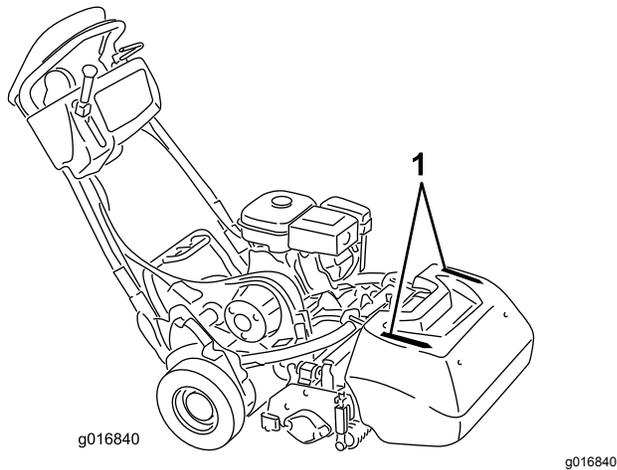

图29
- 为帮助剪草机保持在果岭上的直线操作且和上一道剪草边缘的距离保持均衡应使用集草斗上的对准条 图29。